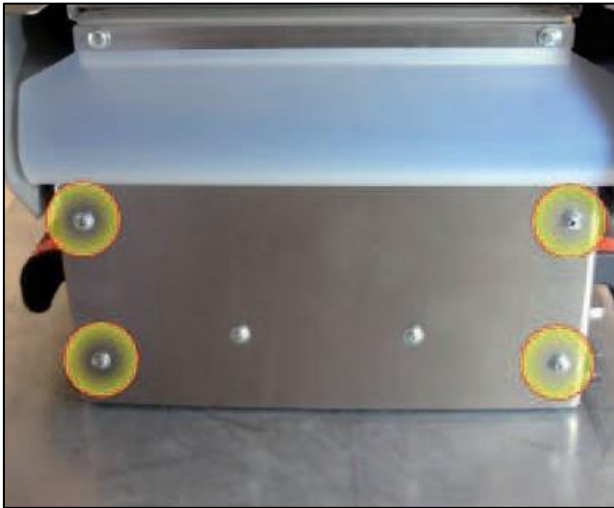
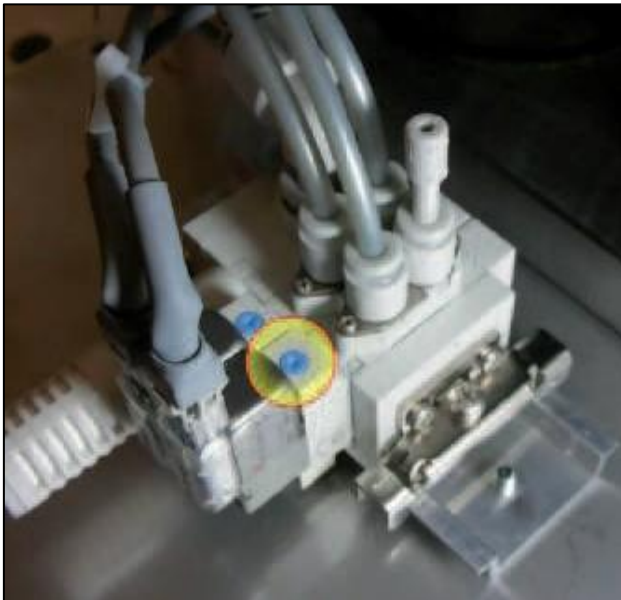

Abbildung 5-8: Rückseite des anyfeed
Abbildung 5-9: Ventilblock
- Um kontrollieren zu können, ob die gewünschte Geschwindigkeit erreicht wurde, müssen sie zunächst die Platte an der Rückseite des anyfeed entfernen. Lösen Sie hierfür die viermarkierten Schrauben, siehe Abbildung 5-8. Um die Rückhalteklappe zu betätigen, können Sie mit einem geeigneten Gegenstand auf den Blauen Knopf am Ventil drücken, siehe Abbildung 5-9. Für diesen Test muss die Druckluft am anyfeed angeschlossen sein. Montieren Sie die Platte danach wieder.